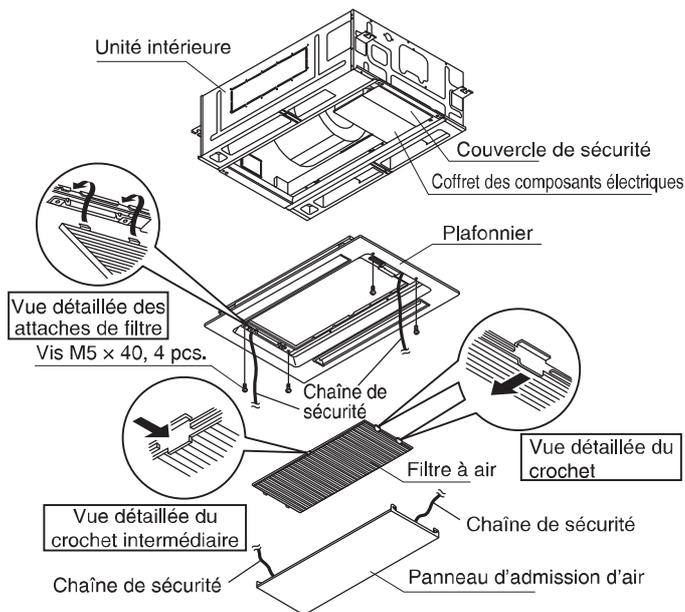

Fig. 7-15
Appuyer sur le crochet avec la main pour enlever le filtre à air.(Fig. 7-15)
(2) Installer le plafonnier sur l'unité intérieure. (Voir la Fig. 7-15. Le connecteur se trouve dans le coffret des composants électriques).